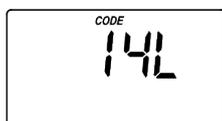

Fig. 44
6. Appuyer sur la touche PROG. /ENTER et la maintenir enfoncée pendant 3 secondes, jusqu'à ce que le code de modèle s'affiche à l'écran (voir Fig. 44). Ce code identifie le modèle de l'adoucisseur. Si un numéro incorrect s'affiche, l'adoucisseur d'eau fonctionnera sur des données de configuration erronées.